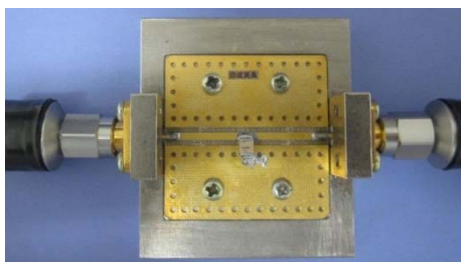

图 3-26 射频电容直接焊接在自制直通校准件上构成测试夹具
- 8) 为了提高 ESR 测试精度，改善每次连接测试夹具导致的连接电阻不同所产生波动误差。我们将直接在步骤 7) 中未取下的这时不要取下自制直通校准件上焊接电容（**注意：**要固定住直通校准件与连接电缆，防止松动），构成测试夹具，如图 3-26 所示，然后按照 3.4 节提示，进行电容的测试。